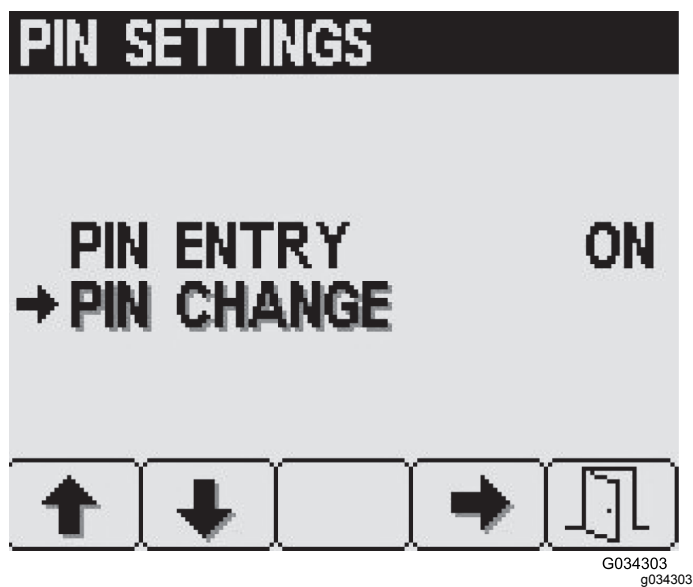

Figura 26
1. Prima os botões 1 ou 2 para seleccionar a opção ALTERAÇÃO DO PIN (Figura 26).
2. Prima o botão 4 para seleccionar a entrada ALTERAÇÃO DO PIN (Figura 26).